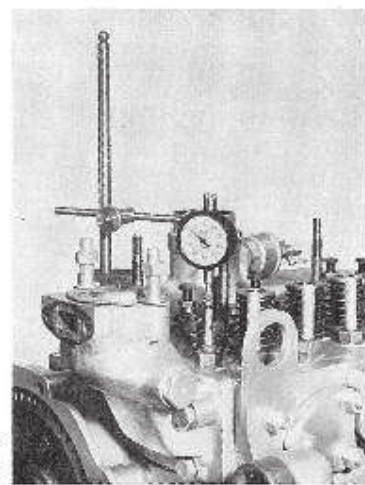

Fig. J7.
- Monter un comparateur, son extrémité reposant sur la queue de soupape (Fig. J7).